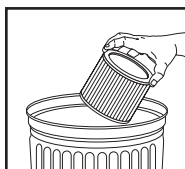

FIGURA 24
44. Para limpiar el filtro de cartucho agítelo o cepíllelo para quitar el exceso de suciedad. **FIGURA 24.**